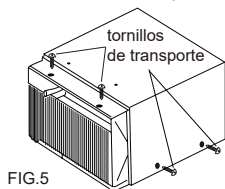

FIG.5
7. Remueva los tornillos de transporte de la parte superior de la unidad, así como los del lados juntos a la base si están instalados. Será necesario volver a instalar los tornillos más tarde (Vea FIG.5)